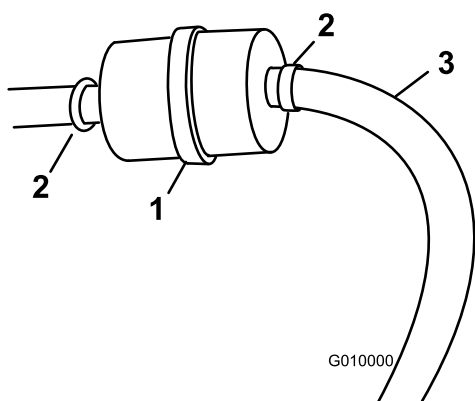

Рисунок 17
3. Подставьте под топливный фильтр чистую емкость (Рисунок 17).